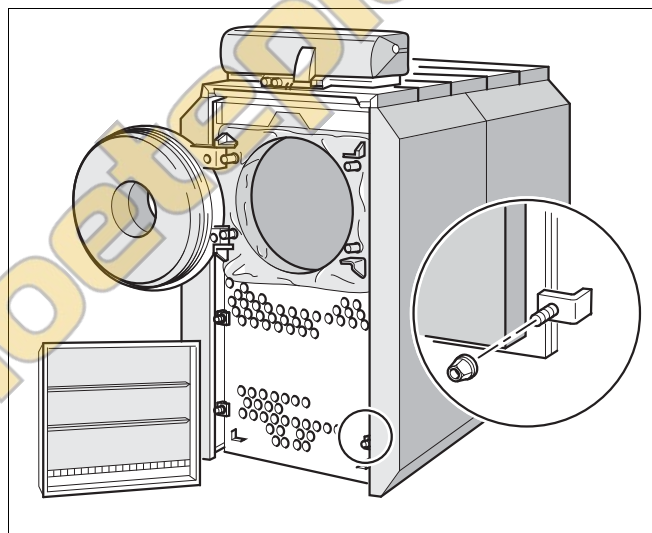

Рис. 29 Снятие обратной камеры и открытие дверцы горелки
- Ослабьте винты на зажимных уголках, поверните уголки и снимите обратную камеру (рис. 29).
- Установите оборотную камеру и закрепите зажимными уголками (рис. 29). Соблюдайте ее монтажное положение.